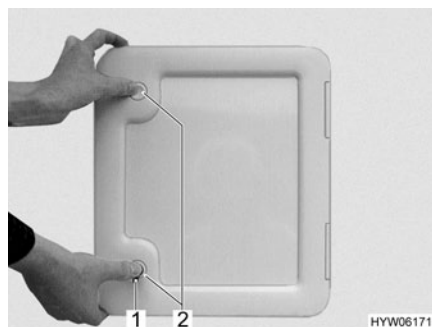

Fig. 150 Trampilla para el cassette Thetford
La trampilla de evacuación para el cassette Thetford (Fig. 150) está en la parte exterior del vehículo.
- Introducir la llave en el cilindro de cierre del cierre a presión (Fig. 150,1) y girarla un cuarto de vuelta en sentido de las agujas del reloj.
- Presionar ambos cierres a presión (Fig. 150,2) al mismo tiempo con el pulgar y abrir la trampilla para el cassette Thetford.